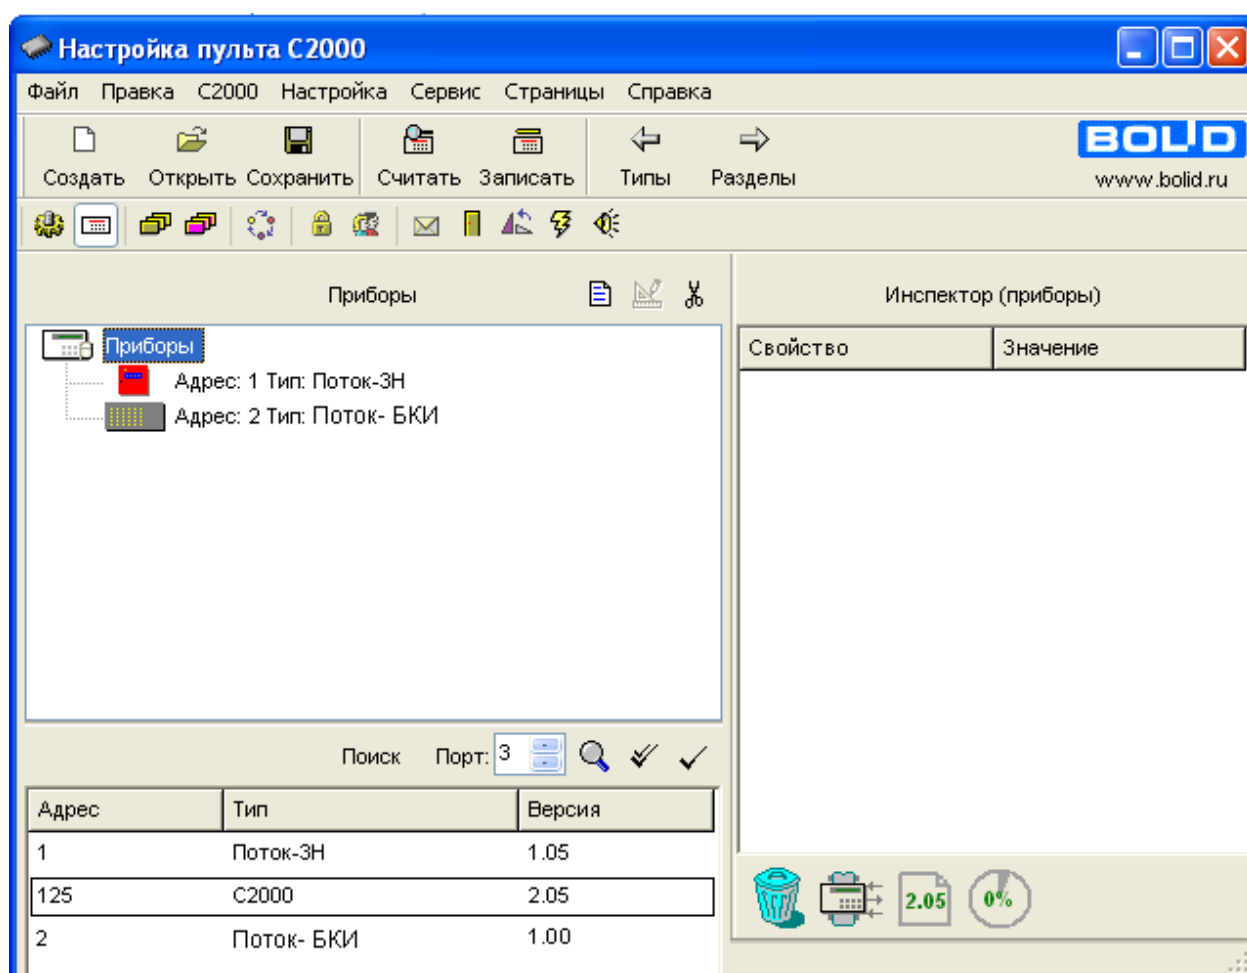

Рисунок 12
1. Запустите RProg, на вкладке «Приборы» в окне «Поиск» выберите номер COM-порта, к которому подключен пульт «С2000М» и нажмите кнопку  «Начать поиск». По окончании процедуры поиска на экране появится список всех подключенных приборов. Для каждого прибора указаны адрес, тип и номер версии (см. Рисунок 12).